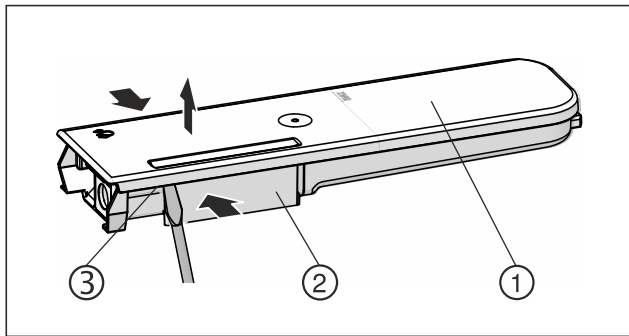

Fig. 135
- ▶ Стиснете резервоара за вода Fig. 135 (2) и внимателно откачете и изтеглете нагоре капака Fig. 135 (1) над фиксиращите палци Fig. 135 (3).
- ▶ Раздвижете капака Fig. 135 (1) леко напред-назад и го свалете нагоре.